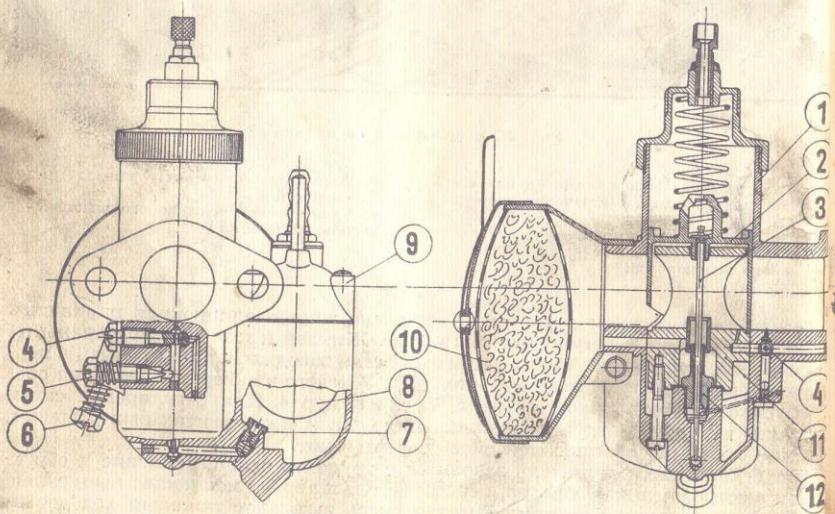

Рис. 27. Разрез нового карбюратора
- Регулировочный штуцер ручного выключения (2) немного завернуть, в результате чего освобождается ручной рычаг.
- Бензином или керосином смыть грязь с кулачка (6) автоматического выключения и с ролика (5).
- Левой рукой взять ролик (5) автоматического выключения и передвигать его к кулачку и обратно.
- При наличии зазора поворачивать винтом автоматического выключения (4) направо до тех пор, пока зазор между роликом (5) и кулачком (6) не будет 0,3 мм.
- Кулачек автоматического выключения (6) и ролик (5) слегка смазать солидолом.
7. КАРБЮРАТОРИ ИКОВ 2922 и 2924 МОНОБЛОК 11, 12 (рис. 27)
Рис. 27а. Разрез глушителя шума впуска, исполнение II